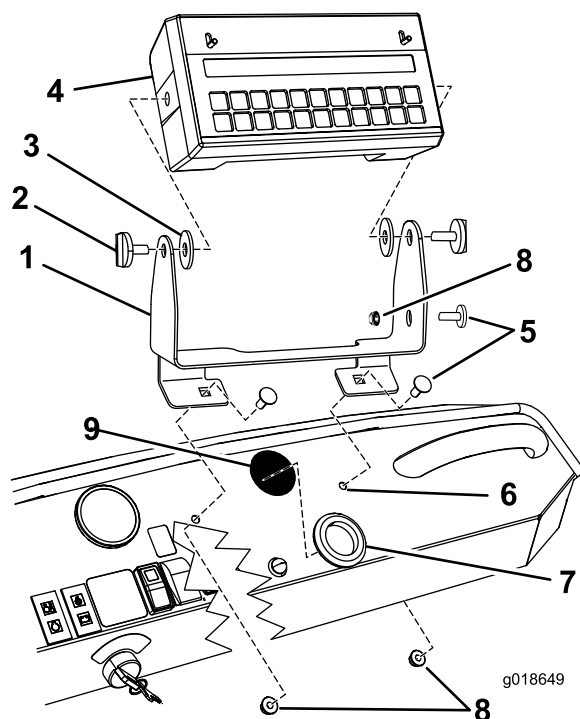

图2
- 如 图2 所示，将安装支架安装到仪表板上，并用 3 个车身螺栓 (5/16 x 3/4 英寸) 和 2 个锁紧螺母 (5/16 英寸) 固定。
- 借助 2 个手动旋钮（图2）将电脑控制台装配到安装架上。